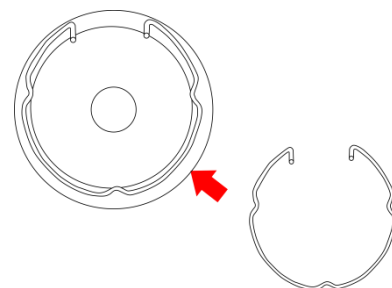

Fig. 06
- 06) Replace the fixation ring (Fig. 06).